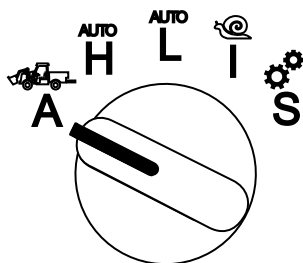

Figure 24
33. Tournez le sélecteur de mode à la position ACCESSOIRE (Figure 24).